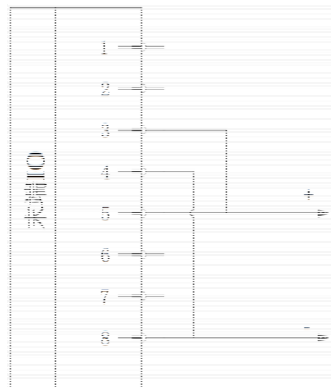

图 6-27 双针模式 1 接线
2) 接线方法：如下图 6-27，将电源线（5 灰色）与 TI3/TO3/PWR2 线（3 绿色）连接，接地线（8 红色）与 TI2/TO2/GND2 线（4 黄色）连接。